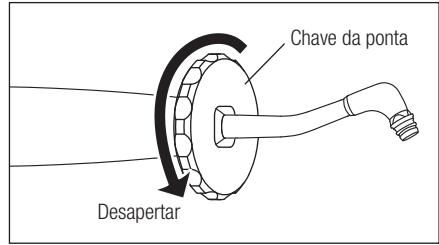

Fig. 14
- 3) Introduza a ponta na chave da ponta e desaperte-a. Retire a ponta da peça de mão. (Fig. 14)